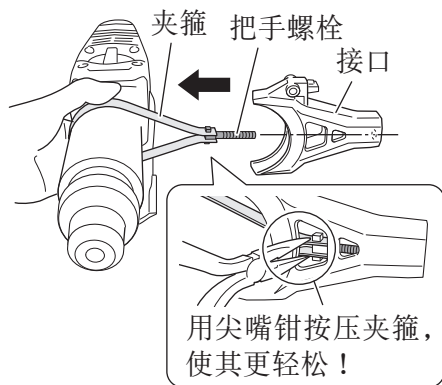

图 4
(3) 用手拿着夹箍确保把手螺栓不会松动时，将手柄插进接口中。（图 4）